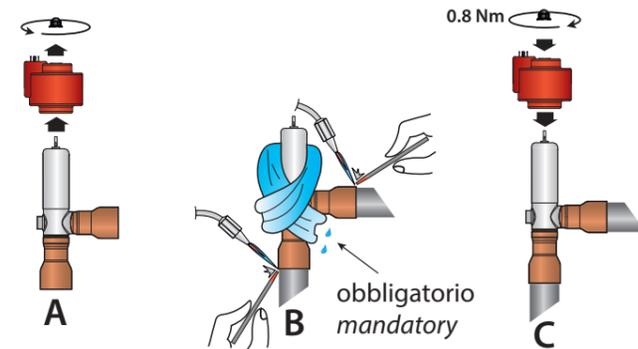

Fig. 3
La valvola deve essere connessa al circuito mediante brasatura dei raccordi ai tubi di uscita condensatore (IN) e di ingresso evaporatore (OUT). Seguire la successione indicata in Fig. 3:
2. Procedere alla brasatura orientando la fiamma verso l'estremità dei raccordi come da Fig. 3-B, insufflando gas inerte (es. azoto) in direzione ad uscire rispetto al corpo della valvola, utilizzando obbligatoriamente uno straccio bagnato avvolto al corpo valvola durante tutta l'operazione di brasatura. È consigliato l'utilizzo di una lega a base fosforo, ad es. CuP 281 (ISO17672). La temperatura del corpo valvola deve essere sempre inferiore ai 110 °C.
3. A valvola fredda, inserire il motore nella cartuccia fino a fondo corsa, seguendo le indicazioni di Fig. 3-C e collegarlo al driver CAREL secondo le istruzioni riportate nelle Fig. 5-6.
Collegare il connettore allo statore nel relativo alloggiamento e serrare la vite seguendo le indicazioni in Fig. 6. Collegare l'estremità quadrifilare del cavo nei relativi morsetti del driver omologato CAREL, in modo che la fase n°1 della valvola corrisponda al morsetto n°1 del driver e così via (Fig. 3). L'utilizzo di connettori a cablare standard DIN 43650 deve essere evitato in quanto non sufficiente a garantire le prestazioni ottimali del prodotto. **⚠ Attenzione!** La fase n°4 è indicata sullo statore con il simbolo di terra. Se si utilizzano prodotti influenzabili da disturbi elettromagnetici, collegare esclusivamente un connettore costampato IP67 (E2VCABS\*\*).
The valve must be connected to the circuit by brazing the connections to the condenser outlet (IN) and evaporator inlet (OUT) pipes. Follow the sequence illustrated in Fig. 3:
2. When brazing, direct the flame towards the ends of the fittings, as shown in Fig. 3-B, blowing inert gas (e.g. nitrogen) in the outward direction with respect to the valve body, and wrapping a wet rag around the valve body throughout the brazing process. It is recommended to use a phosphorus-based alloy, e.g. CuP 281 (ISO17672). The valve body temperature must never exceed 110°C.
3. When the valve has cooled down, insert the motor into the cartridge as far as it will go, following the instructions shown in Fig. 3-C and connect it to the CAREL driver, according to the instructions shown in Fig. 5-6.
Plug the connector into the housing on the stator and tighten the screw, following the instructions shown in Fig. 6. Connect the four-pin end of the cable to the corresponding terminals on the CAREL approved driver, so that valve phase 1 corresponds to terminal 1 on the driver, and so on (Fig. 3). The use of DIN 43650 connectors must be avoided, as these cannot guarantee optimal performance of the product.